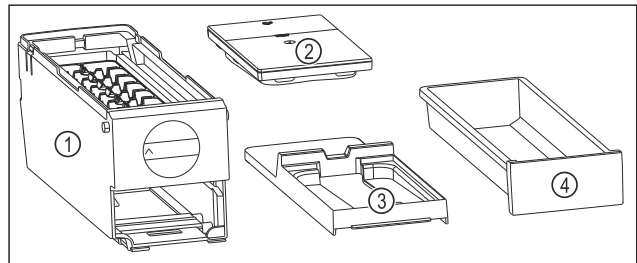

Fig. 244 Componente ale EasyTwist-Ice
- EasyTwist-Ice este dezasamblat în patru piese. (vezi Fig. 244)
- ▶ Dezasamblați EasyTwist-Ice numai în componentele ilustrate. (vezi Fig. 244)
- ▶ Curățați corpul EasyTwist-Ice Fig. 244 (1) ca un întreg.